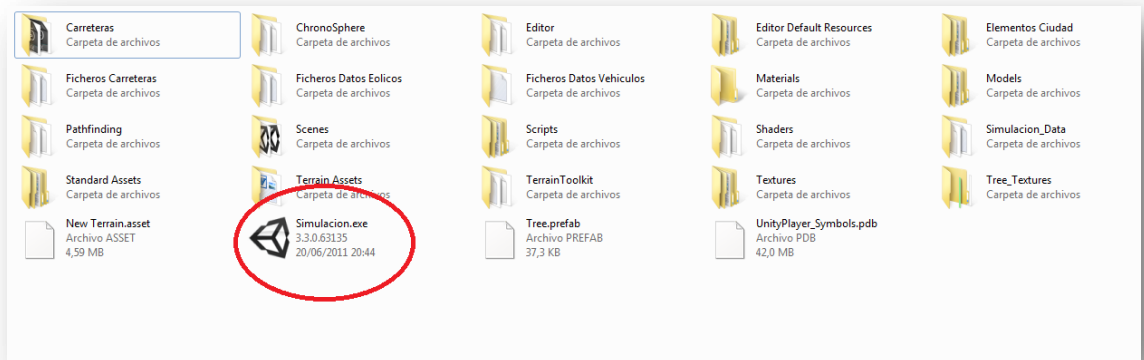

Figura 11. Simulacion.exe
En la figura 11, se puede observar el contenido de la carpeta Simulación. La obligatoriedad de crear la simulación bajo la carpeta \Assets, es debido a que los scripts que realizan llamadas a ficheros, lo realizan desde la posición donde está ubicado el ejecutable y desde ahí busca la carpeta donde están los ficheros necesarios. Luego si el usuario desea crear una simulación en una carpeta diferente, deberá añadir en la carpeta donde ubique el ejecutable de su simulación, las carpetas: “Ficheros Carreteras”, “Ficheros Datos Eolicos” y “Ficheros Datos Vehiculos”.
- Ejecutando directamente el fichero Simulació.exe desde el DVD adjunto a este proyecto, como se indica en la figura 11.